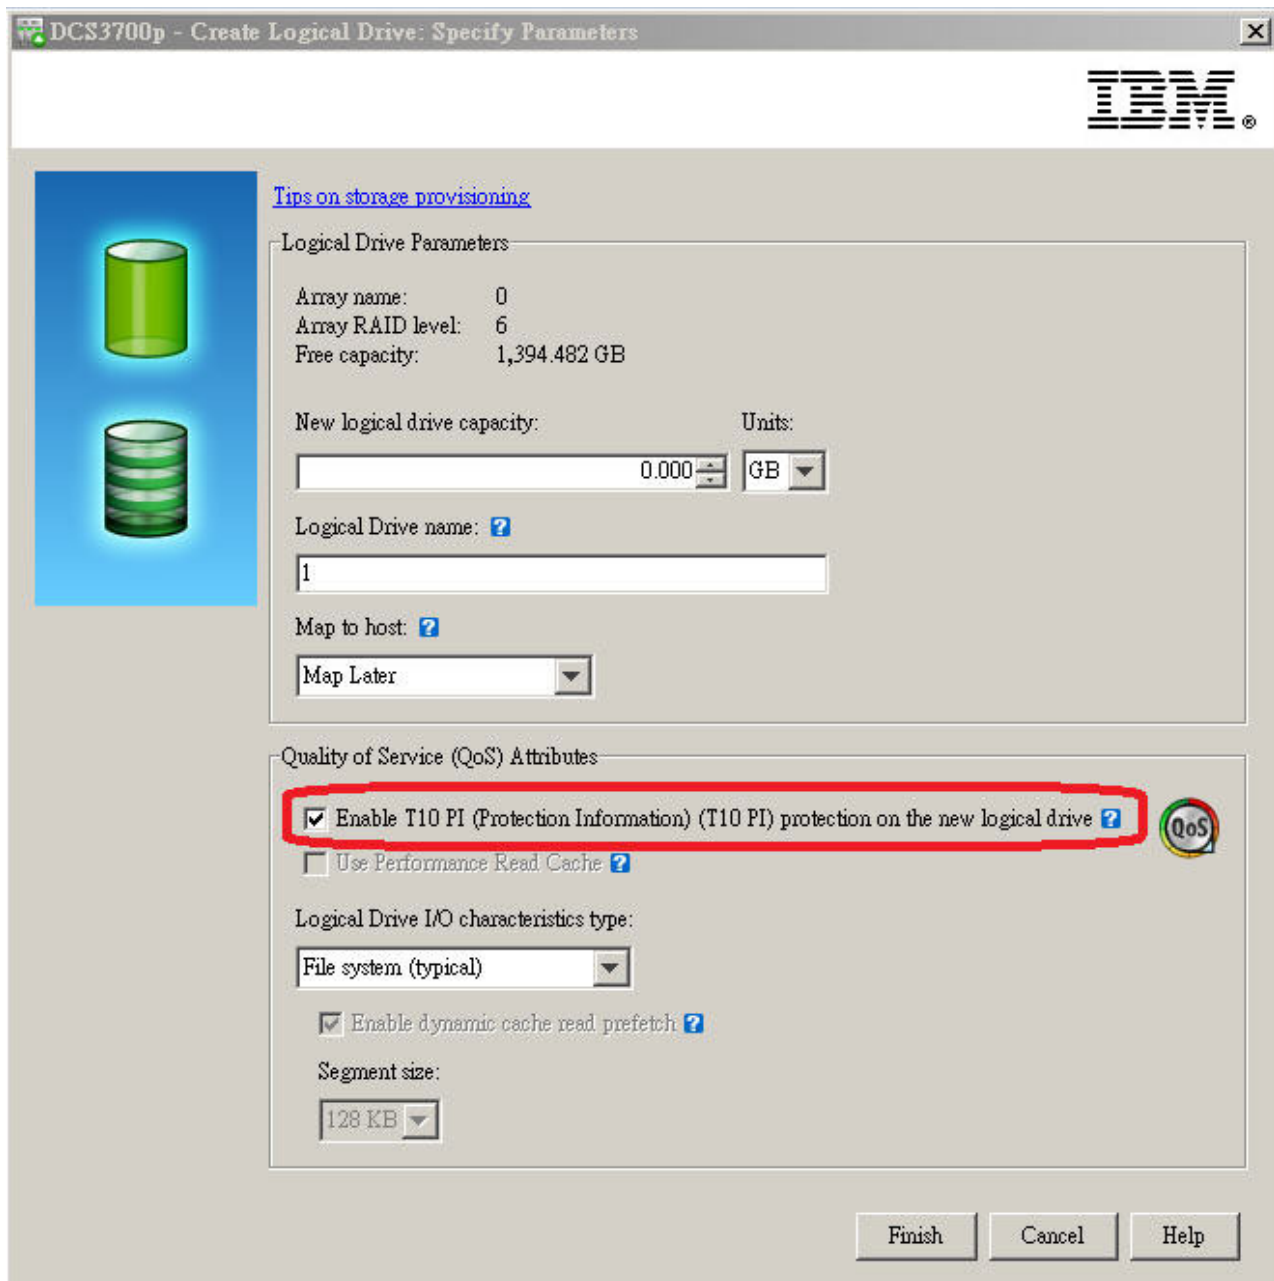

Figura 5. Habilitación de T10 PI en una unidad lógica
- En el diálogo Especificar capacidad/nombre (crear unidad lógica), pulse **Habilitar T10 PI (información de protección) (T10 PI) en la nueva unidad lógica** como se muestra en Figura 5 en la página 63.